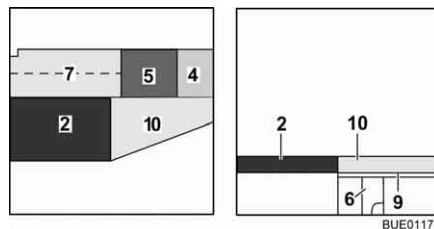

Fig. 137 Dopo la trasformazione
- Posizionare il cuscino del divano (Fig. 137,5) al centro.
- Posizionare il cuscino dello schienale (Fig. 137,4) tra il cuscino del divano e la parete.
- Posizionare il cuscino aggiuntivo (Fig. 137,10) sull'allargamento letto.